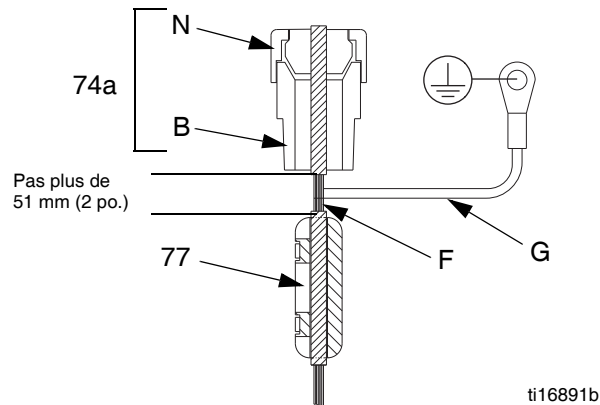

FIG. 13. Fil extérieur du circuit de l'IS
19. Passez le fil extérieur et la protection à travers le réducteur de tension conducteur (74a) et branchez-le aux connecteurs J2 et J3. Consultez la FIG. 13 et les **Schémas électriques** page 10.
20. Consultez la FIG. 13. Serrez fermement l'écrou (N) sur le réducteur de tension conducteur (74a). Installez la ferrite (77) sur le fil extérieur (F), à moins de 51 mm (2 po.) du bas du réducteur de tension conducteur (74a). Installez le fil de terre à la vis de mise à la terre dans la boîte de jonction.
21. Installez le nouveau joint (33), le capot (34) et les six vis (12).
22. Retirez l'ancienne étiquette (L) du capot du circuit imprimé (34). Fixez la nouvelle étiquette (L) sur le capot.
23. Calibrez le capteur en saisissant les informations de calibrage inscrits sur la nouvelle étiquette (L) :
24. Réinstallez le capot (32) avec les deux vis (12).